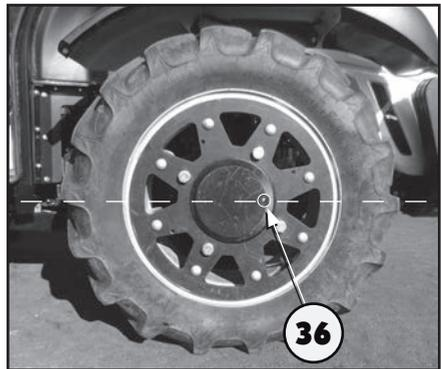

Abb. 6.47
- Den Traktor so positionieren, dass sich der Stopfen (36 Abb. 6.47) auf der wagerechten Mittellinie des Traktors befindet;